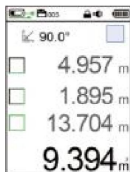

Abbildung 4 Erster Messbereich
Schritt 1: Messen Sie den ersten Bereich (siehe Flächenmessung) wie in Abbildung 4 gezeigt;